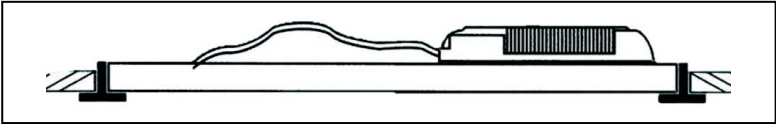

Рис. 3
- 5.11 Конструкцией осветительного прибора предусматривается стационарное крепление путём установки на Т-профиль (рис.3).